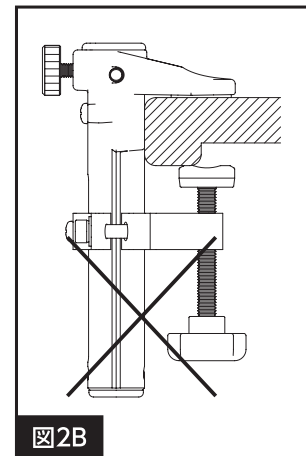
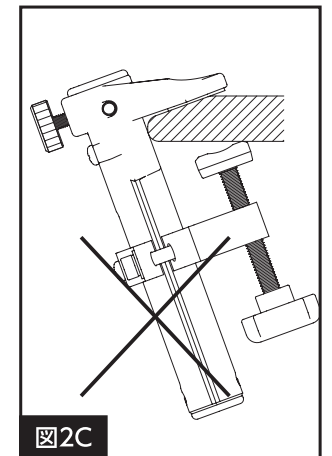

図2B
図2C
- 図2Bの様に裏側が平坦でない机や、図2Cの様に天板の端に傾斜があるような机には本製品を取り付けられません。